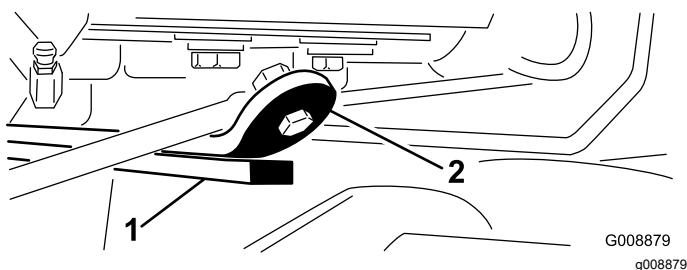

Figura 28
3. Ligue o motor, eleve os braços de elevação e certifique-se de que a folga entre a fita de atrito na barra de atrito da parte superior da unidade de corte e a correia do amortecedor é de 0,51 a 2,54 mm, como se mostra na Figura 28.